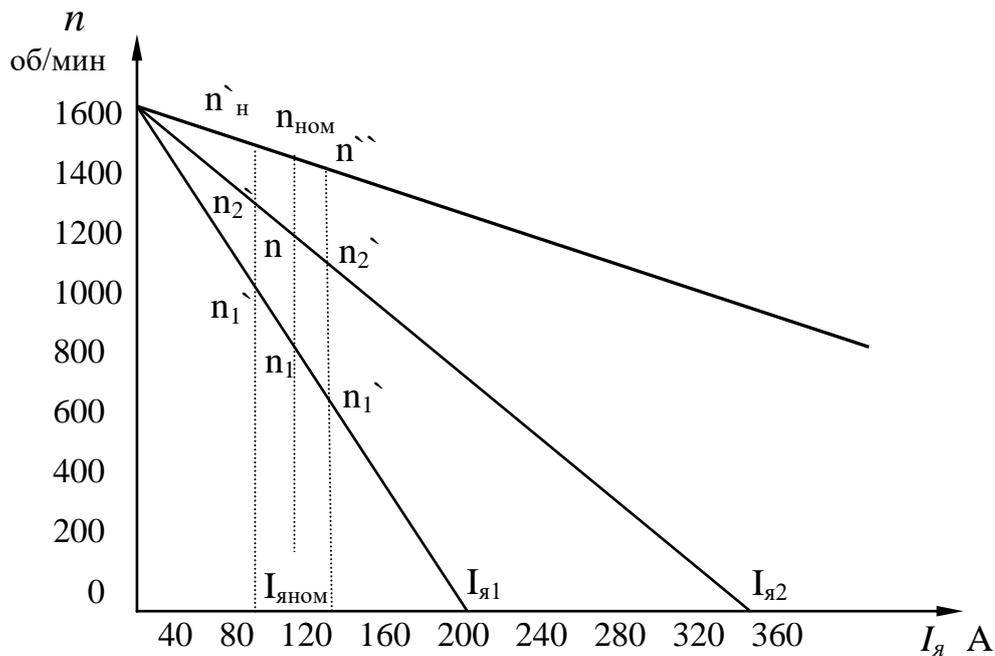

Рис. 4.1 Естественные и искусственные электромеханические характеристики двигателя
8. Естественные и искусственные электромеханические характеристики двигателя (рис.4.1)